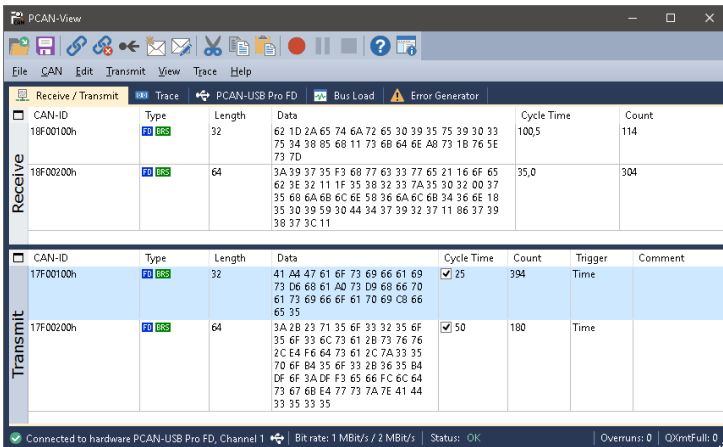

Abbildung 14: Registerkarte Senden/Empfangen
9. Bestätigen Sie abschließend die Angaben im Dialogfenster mit **OK**. Das Hauptfenster von PCAN-View erscheint (siehe Abbildung 14).